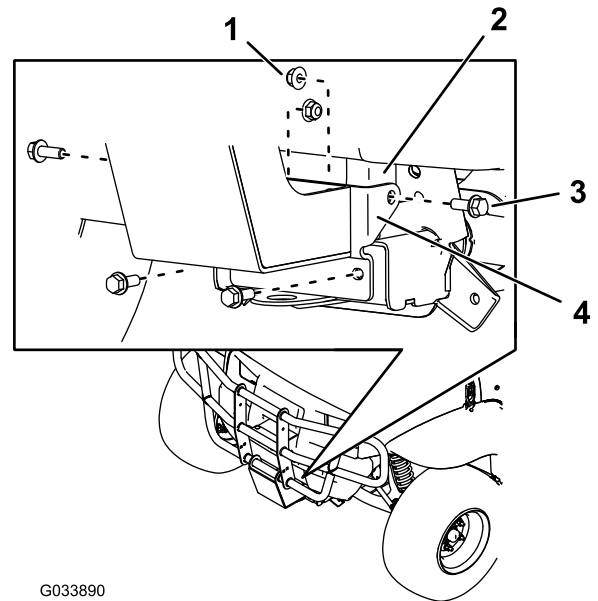
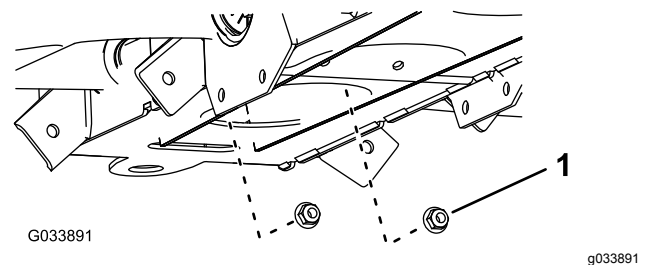

Figura 8
Figura 9
6. Instale el soporte inferior de la defensa delantera en el soporte del parachoques usando 4 pernos (3/8" x 1") y 4 tuercas (3/8"), como se muestra en la Figura 8 y la Figura 9.